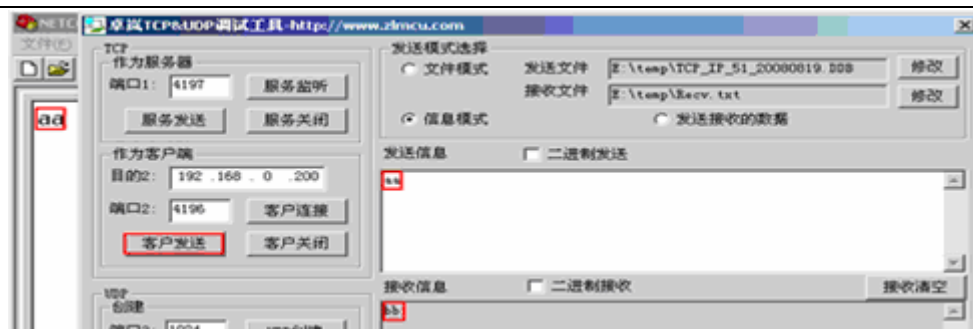

图 11 Socket 通信测试
- a) 网络转串口: 在 SocketTestDlg 的发送信息区中输入需要发送的数据 (例如“aa”), 点击客户发送按钮。数据立即在打开的超级终端程序中出现, 见图 11。